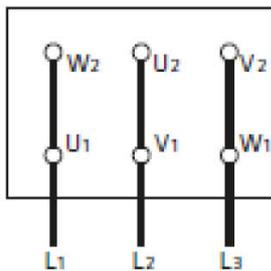

Figura 7a.  $\Delta$  - conexión
- La conexión a la red de la caja de bornas depende de la potencia nominal del motor, de la alimentación y del tipo de conexión. La conexión necesaria de los puentes en la caja de bornas se muestra a continuación (Tabla 3 ver Figura 7a, 7b, 7c).